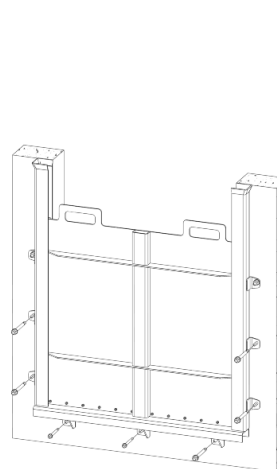

Figura 15
- Perforar e instalar los demás anclajes (ver Figura 15)